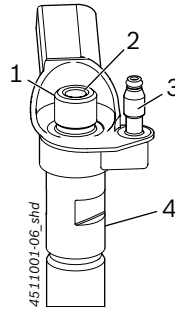

Fig. 7: CRI Piezo
ℹ Hos de fleste CRI Piezo er den lengste siden til skråkanten, og dermed den største veggtykkelsen, på retur-siden (Fig. 7, pos. 3).